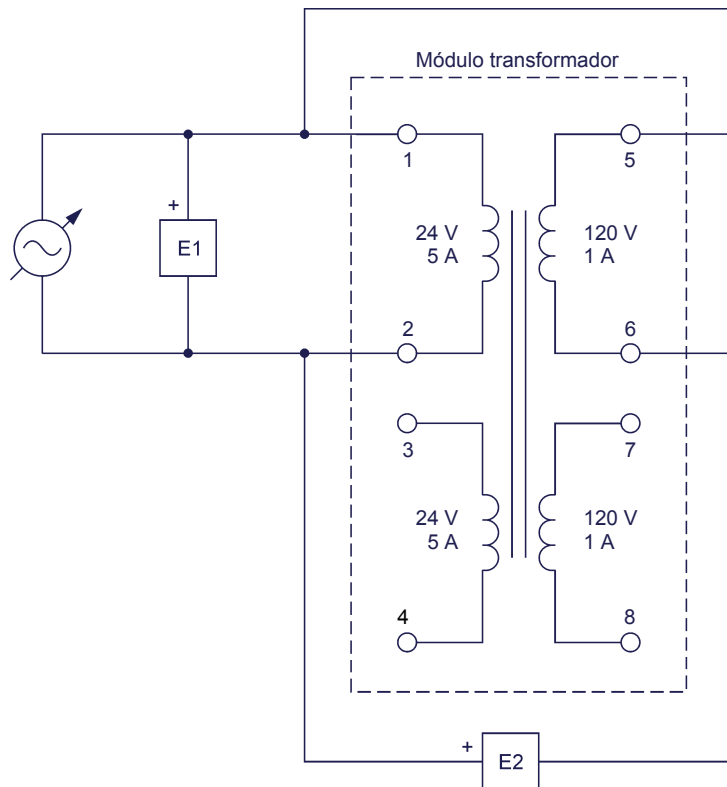

Figura 17. Circuito para determinar la polaridad de los arrollamientos del transformador utilizando un voltímetro.
17. Conecte el equipo como se muestra en la figura 17. En este circuito, uno de los arrollamientos secundarios (arrollamiento 5-6) del transformador de potencia está conectado en serie con el arrollamiento primario (arrollamiento 1-2).